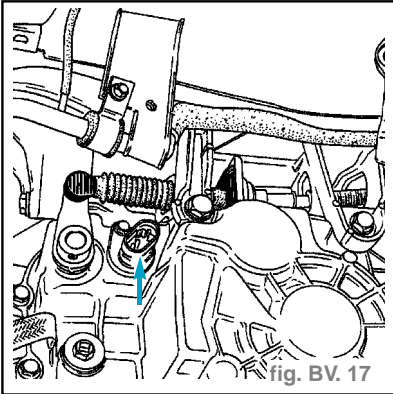

fig. BV. 17
- le câble de sélection des vitesses. (fig. BV. 17)
- le câble de sélection des vitesses, (fig. BV. 17)